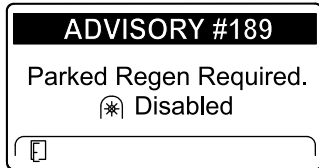

Figura 77
- Si no se realiza la regeneración con la máquina aparcada en un plazo de 2 horas, el InfoCenter muestra ADVISORY #189 (Aviso n.º 189) solicitando la regeneración con la máquina aparcada e indicando la desactivación de la toma de fuerza (Figura 77).